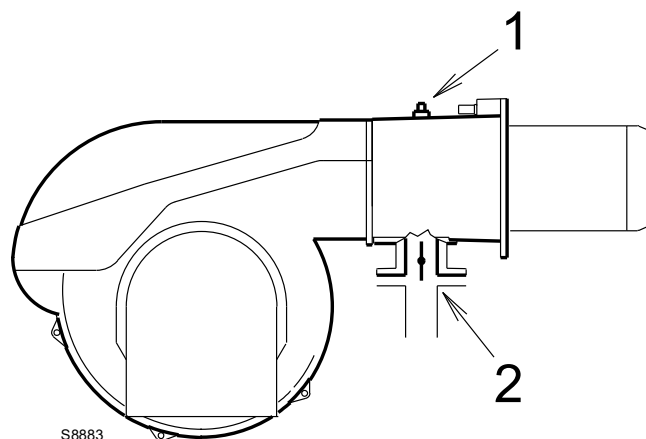

Fig. 19
Pression gaz mesurée à la prise 1)(Fig. 19 à la page 20), avec:
Perte de charge vanne papillon gaz 2)(Fig. 19 à la page 20) avec ouverture maximale: 90°
- soustraire de la pression du gaz à la prise 1)(Fig. 19 à la page 20) la pression de la chambre de combustion.
Pression de gaz à la prise 1)(Fig. 19) = 11,7 mbar
Pour connaître par contre la pression de gaz nécessaire à la prise 1)(Fig. 19), après avoir défini la puissance de modulation maximale à laquelle on désire faire fonctionner le brûleur:
- Lire sur la droite, colonne 1, la pression à la prise 1)(Fig. 19).
Pression nécessaire à la prise 1)(Fig. 19).